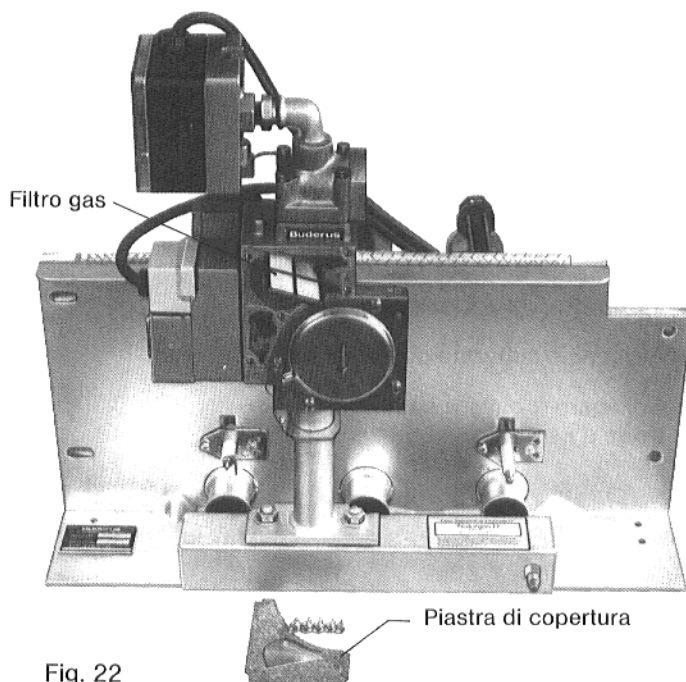

Fig. 22
- Svitare la piastra di copertura (Fig. 22).
- Estrarre il filtro e pulirlo (Fig. 22).